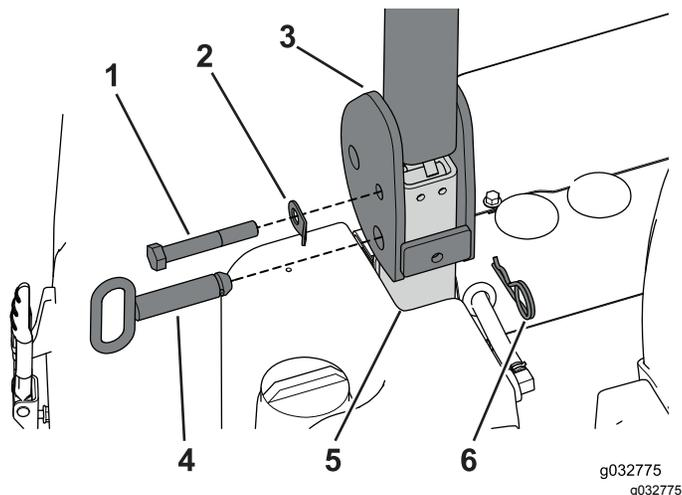

Figura 130
e fissate i perni di bloccaggio con le coppiglie (Figura 130).
1. Allineate i fori nel roll bar con i fori nel tubo del ROPS inferiore (Figura 130).
2. Montate il bullone di rotazione e la rondella a cordino nei fori superiori nel roll bar e nel tubo del ROPS inferiore e serrate il bullone manualmente (Figura 130).